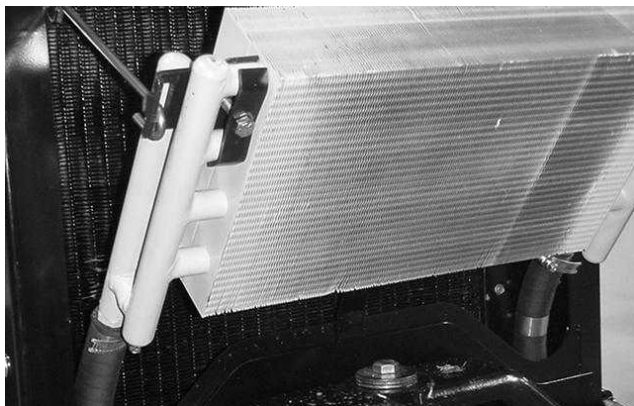

Figure 46
3. Déverrouillez le refroidisseur d'huile et faites-le basculer en arrière (Fig. 46). Nettoyez soigneusement les deux côtés du refroidisseur et du radiateur avec de l'eau ou de l'air comprimé. Rabattez le refroidisseur d'huile en position,